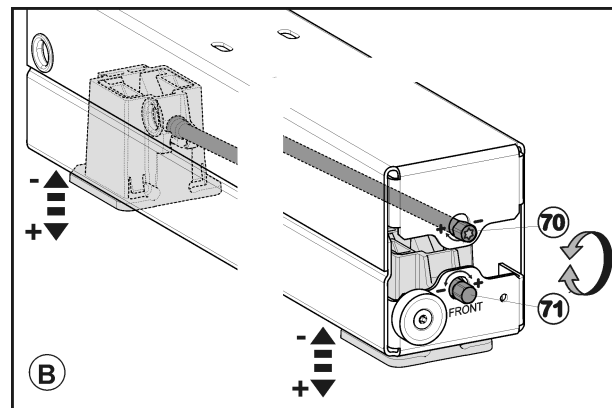

Fig. 43
- Régler les appareils en hauteur avec les quatre socles à roulettes uniformément. Utiliser la possibilité de réglage supérieure (1/4") Fig. 43 (70) pour le pied réglable arrière et la possibilité de réglage inférieure (1/4") Fig. 43 (71) pour le pied réglable avant. Remonter en tournant dans le sens des aiguilles d'une montre, descendre en tournant dans le sens inverse. Hauteur maximale réglable : 5/8 pcs (16 mm).